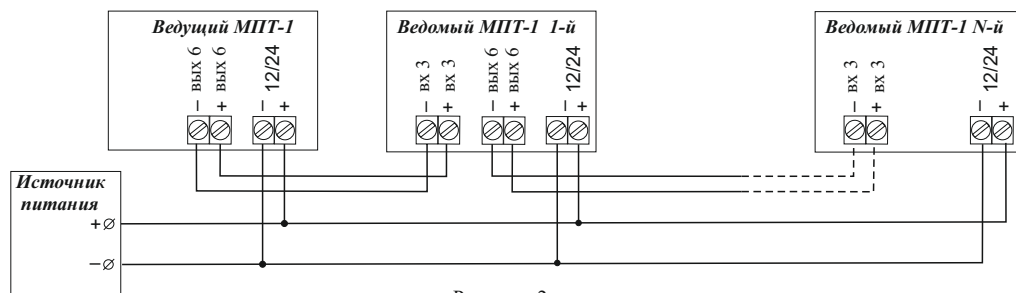

Рисунок 2
- Вых 6 – используется для подключения ведомых модулей (Рисунок 2). Расстояние между модулями не более 50 м. Полярность подключения к клеммам указана на плате.